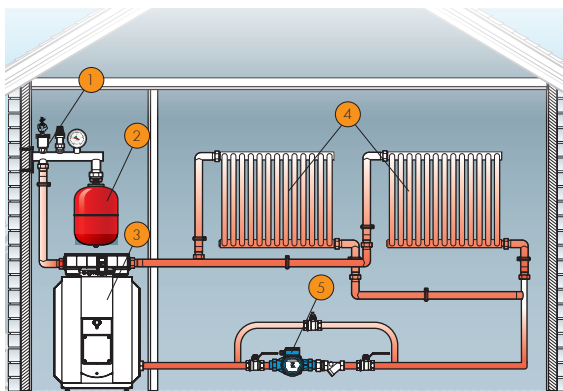

Рисунок 3
**Пример монтажа расширительного бака в систему отопления (рисунок 3)**